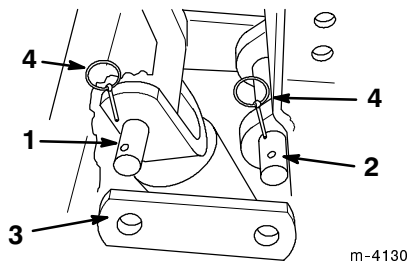

Abbildung 13
18. Die beiden Verbindungsstücke auf die Enden der Kippzylinderstifte und der Löffelbagger- Verbindungsstifte schieben und mit zwei Linsen sichern (Abb. 13).